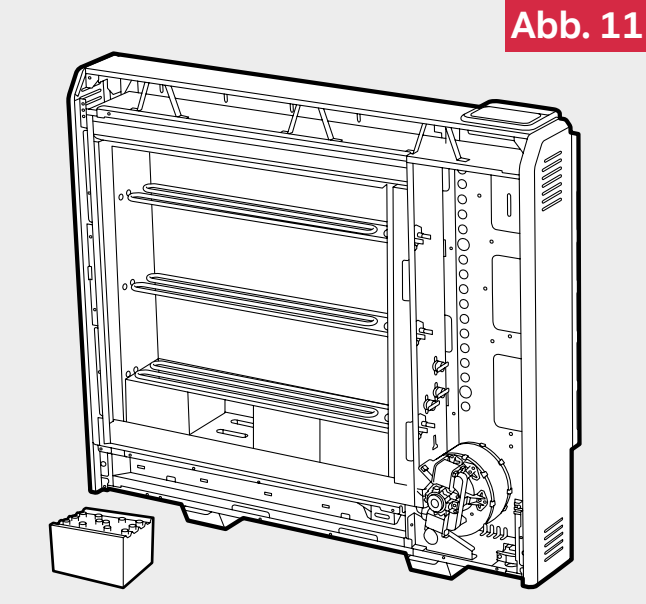

Abb. 12
12. Legen Sie die zweite Reihe der Speichersteine auf die erste, aber dieses Mal müssen die Speichersteine umgekehrt stehen, damit die Vertiefungen über den Heizelementen positioniert sind. (**Abb. 12**)